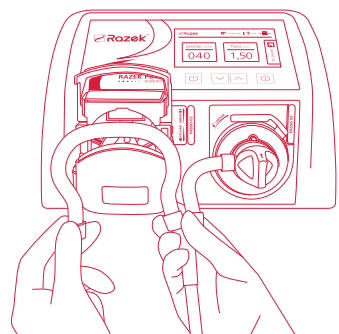

Figura 31 - Remoção do tubo de silicone do sistema de bombeamento.
7. Remova o tubo de silicone do sistema de bombeamento e feche a tampa (Figura 31);